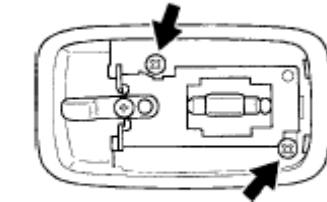

Рис. 568
- Открутите 2 винта и отсоедините блок внутренней лампы на потолке(рис. 568)